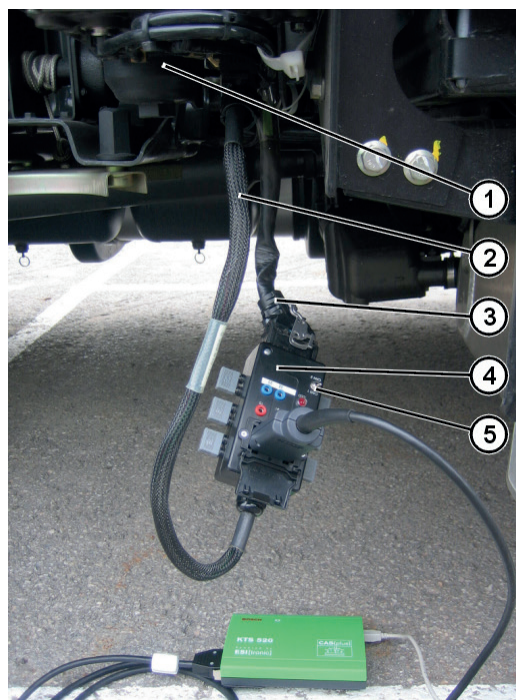

Fig. 2: Collegamento del modulo adattatore
2. Staccare il collegamento a spina disposto in basso sul modulo di alimentazione (Fig. 2, Pos. 1). A tale scopo comprimere i naselli di arresto sulla parte in plastica del connettore a spina e allentare la leva di bloccaggio.
3. Collegare il cavo di collegamento (Fig. 2, Pos. 2) del modulo adattatore al modulo di alimentazione.
4. Collegare il connettore a spina del fascio di cavi (Fig. 2, Pos. 3) al modulo adattatore.
5. Collegare il tester di diagnosi all'attacco di diagnosi del modulo adattatore (Fig. 2, Pos. 4).
6. Selezionare l'interfaccia per la comunicazione di diagnosi tramite l'interruttore (Fig. 2, Pos. 5).